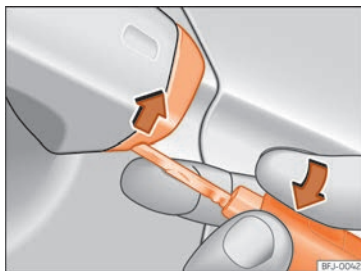

Fig. 97 Maniglia della porta del conducente: staccare il coperchietto facendo leva.
- Introdurre l'inserto nell'apertura inferiore del coperchietto posto sulla maniglia della porta del conducente » fig. 97 e sollevare il coperchietto dal basso verso l'alto